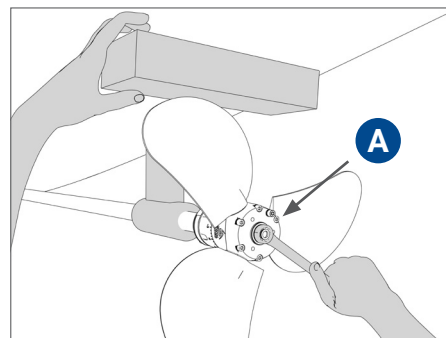

FIG. 14 | Bloccare la rotazione e avvitare il dado di serraggio
- Per evitare di curvare le pale dell'elica in fase di avvitamento, usare la precauzione di ruotare le pale in posizione di spinta (non in bandiera), e bloccare la rotazione con un cuneo di legno tra la pala e la carena. (**Fig. 14**).
- Avvitare il dado di serraggio **A** (**Fig. 14**) applicando una coppia di serraggio appropriata (in funzione del tipo di dado, come suggerito in TABELLA COPPIE DI SERRAGGIO). Durante il serraggio avere cura di muovere le pale e serrare gradualmente il dado fino al raggiungimento della coppia di serraggio indicata.